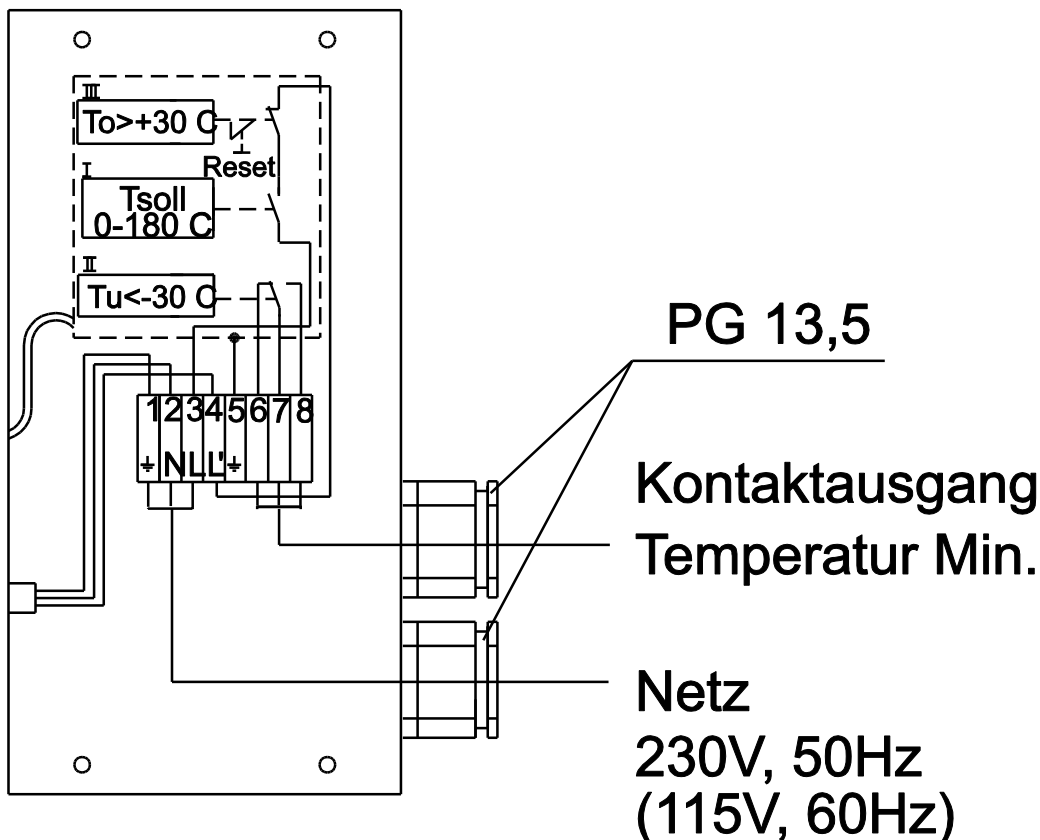

Abbildung 3 Elektrischer Anschluss
- Kabel für die Spannungsversorgung (min. 3 x 1.5 mm²) durch die Kabeldurchführung schieben und entsprechend dem Anschlussplan (Abb. 3) anschließen;